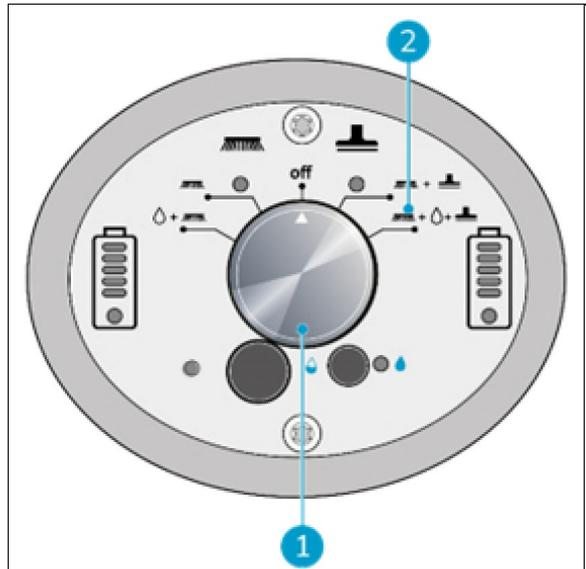

Figure 24
2. Sélectionnez la brosse, la solution de nettoyage et le mode d'aspiration sur le panneau de commande. (Figure 24, pos2)